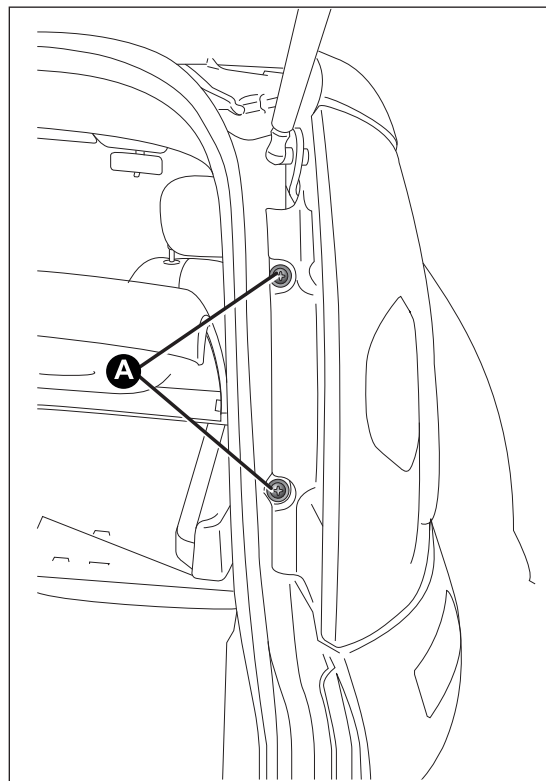

fig. 121
- ❑ aflojar los dos tornillos A fig. 121 de sus alojamientos, tirar delicadamente hacia sí de todo el piloto hasta que se suelte completamente de las dos ballestillas de fijación (están fijadas por deslizamiento D fig. 121) y desconectar el conector;